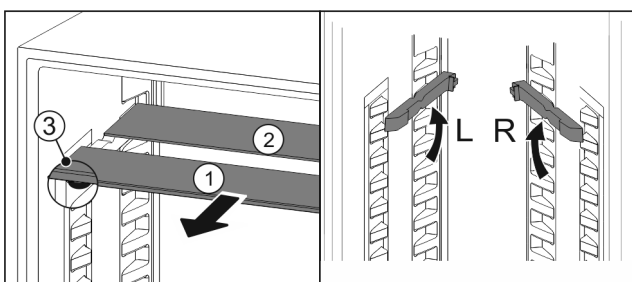

Fig. 102
- Trekk glassplatene enkeltvis fremover og ut Fig. 102 (1).
- ▷ Glassplate Fig. 102 (1) med pyntelist ligger foran.
- ▷ Stopper Fig. 102 (3) peker nedover.